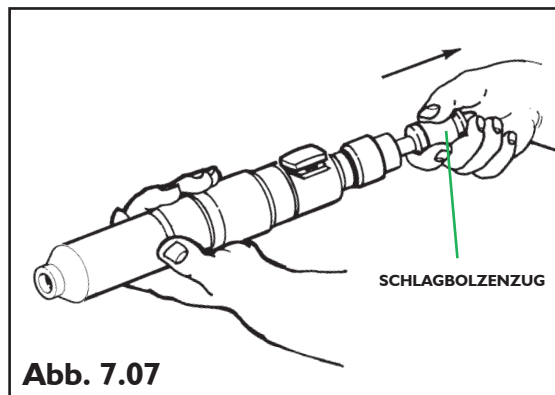

Abb. 7.07
- 3.2 Den Schlagbolzen bei von sich weg weisendem Gerät nach oben ziehen, bis ein „KLICKEN“ hörbar ist. Das Gerät ist jetzt gespannt und feuerbereit. (siehe Abb. 7.07)